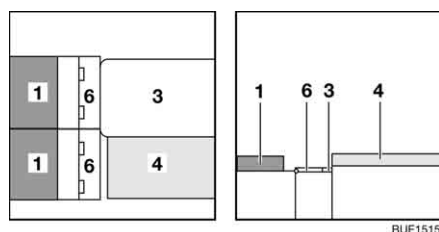

Fig. 139 Durante a transformação
- Abra ambas as tampas do banco arca (Fig. 139,6) e coloque-as sobre a mesa e os apoios no banco.
- Retire os estofos do encosto (Fig. 139,1) e coloque-os sobre o banco arca.